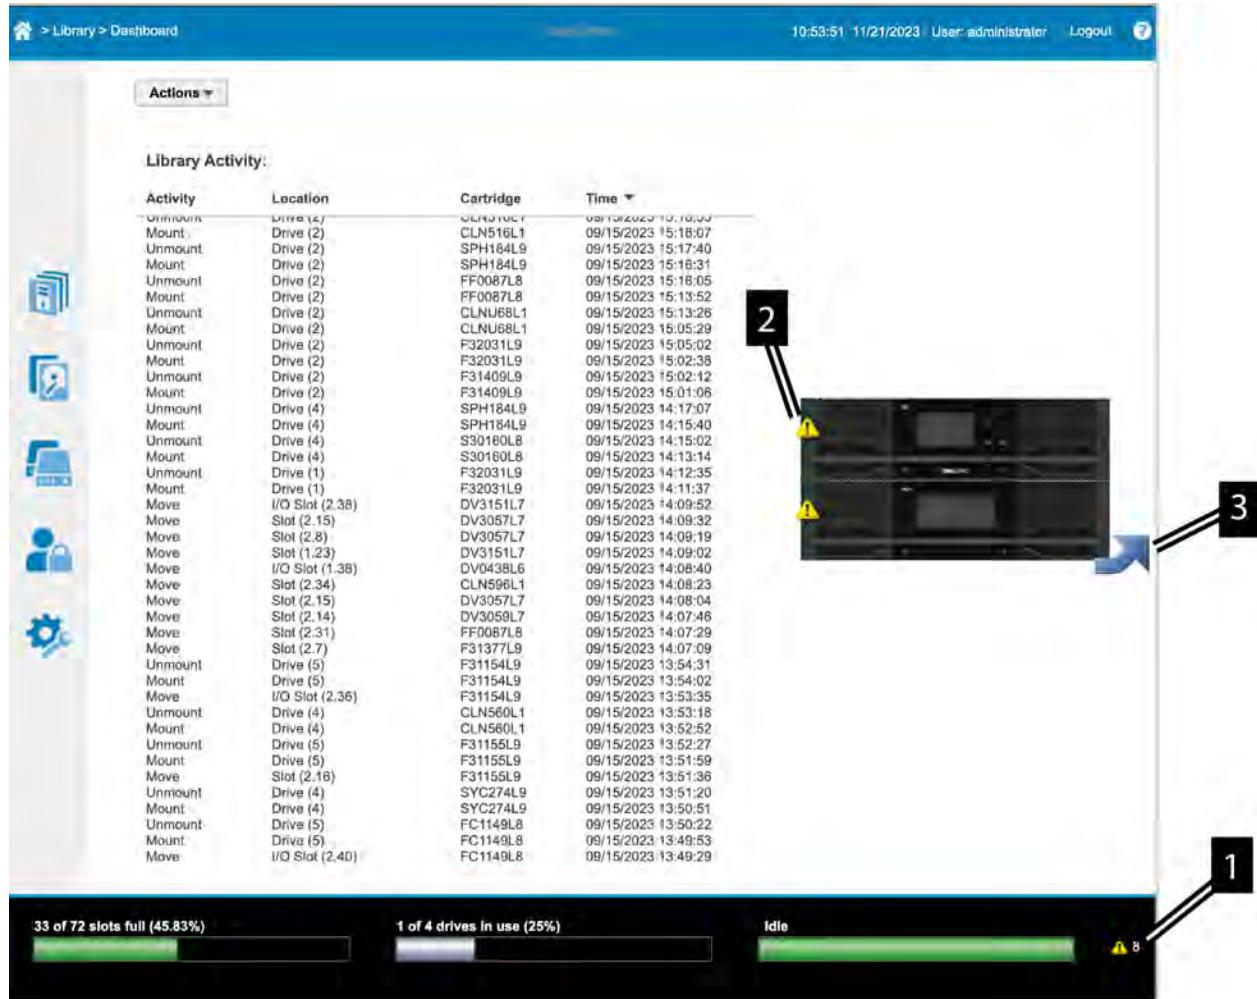

Figura 60. Schermata GUI
1. Il pod di stato inferiore destro nella GUI della libreria mostra lo stato di errore della libreria. Consultare **1** in Figura 60 a pagina 96
2. La visualizzazione grafica della libreria sulla metà destra del dashboard della libreria GUI visualizza un'icôna di avvertenza o di errore su un componente che presenta un problema. **2** in Figura 60 a pagina 96
Se un modulo mostra un errore sulla parte anteriore, fare clic sulla freccia sul grafico della libreria. Consultare **3** in Figura 60 a pagina 96. Il grafico della libreria ruoterà e mostrerà i pannelli posteriori, in modo da poter determinare quale componente ha l'errore.